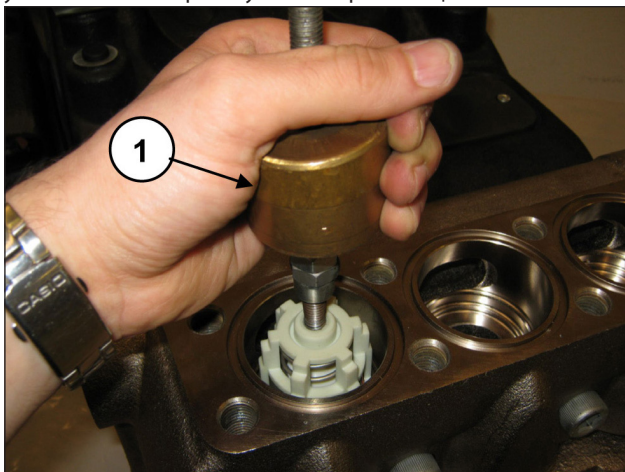

Рис. 141
Извлеките блок нагнетательного клапана с помощью съемника с ударной массой (арт. 27516400), вставив его в отверстие M10 направляющей клапана (поз. ①, Рис. 141), или, в дополнение, переходника M10-M16 (арт. 25089700), установив его на резьбу M16 направляющей клапана.